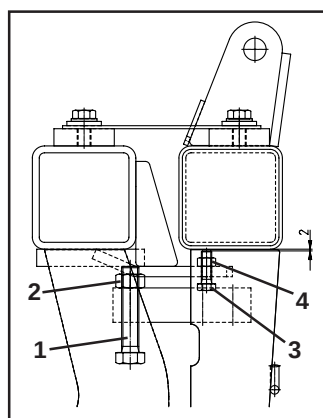

Fig. 9.8
Die Meßschraube (Fig. 9.8/1) befindet sich zentral unter dem Rahmen des Streuers in der Wiegezelle.
- Kontermutter (Fig. 9.8/2) lösen
- Meßschraube (Fig. 9.8/1) nachstellen
- Kontermutter (Fig. 9.8/2) festziehen
Die Begrenzungsschrauben (Fig. 9.8/3) sind mit 2 mm Spiel laut Abbildung einzustellen.
- Kontermutter (Fig. 9.8/4) lösen
- Begrenzungsschrauben (Fig. 9.8/3) einstellen
- Kontermutter (Fig. 9.8/4) festziehen